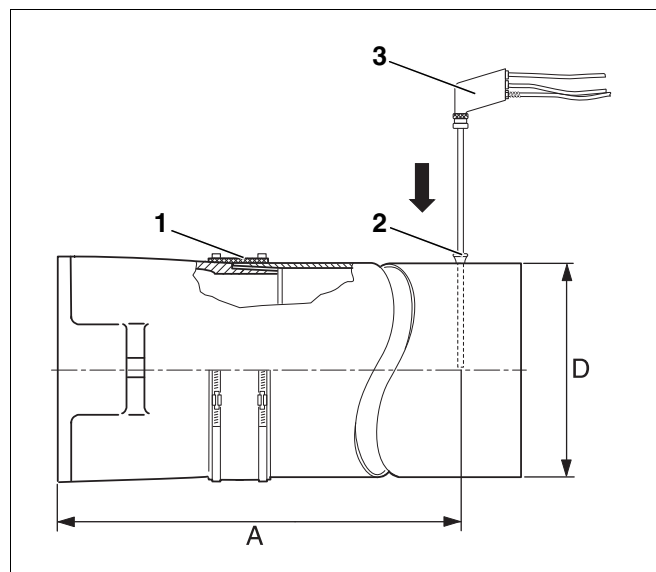

Рис. 17 Проведение замеров
Замеры производятся в дымовой трубе. Отверстие для замеров (муфта; Рис. 17, поз. 2) должно находиться на расстоянии "А" (примерно два диаметра дымовой трубы "D") от патрубка дымовых газов (Рис. 17). Если сразу после отопительного котла установлено колено для соединения с системой отвода дымовых газов, то замеры нужно производить до этого колена.
Мы рекомендуем установить уплотнительную манжету (Рис. 17, поз. 1) для соединения котла с дымовой трубой.
- Опустить измерительный зонд (Рис. 17, поз. 3) в центр потока (середина трубы), здесь дымовые газы имеют наивысшую температуру.